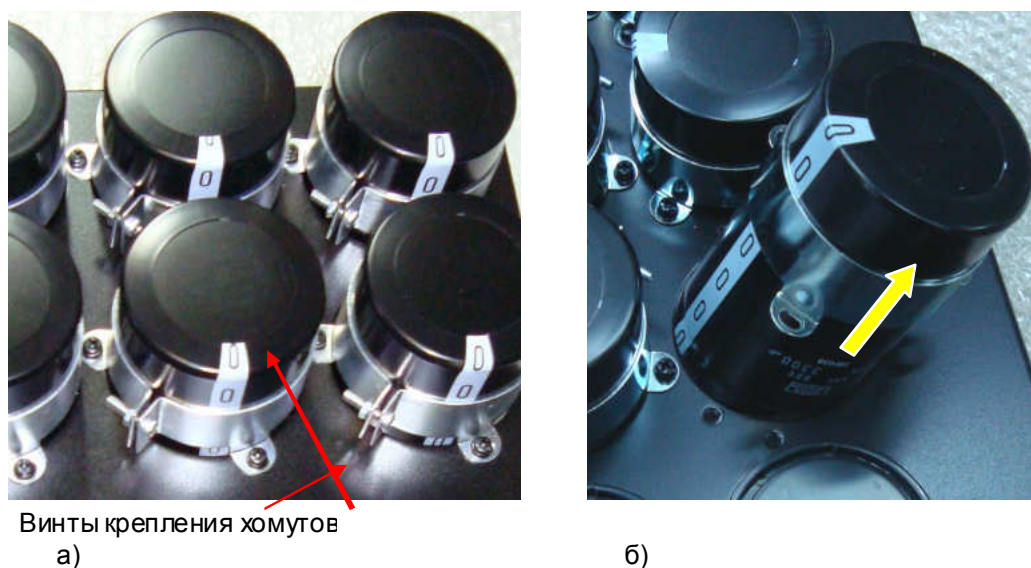

Рис. 6.22.
6.12.3. Выкрутить три винта крепления хомута конденсатора (рис. 6.22а). Снять конденсатор вместе с хомутом (рис. 6.22б), положить в тару.